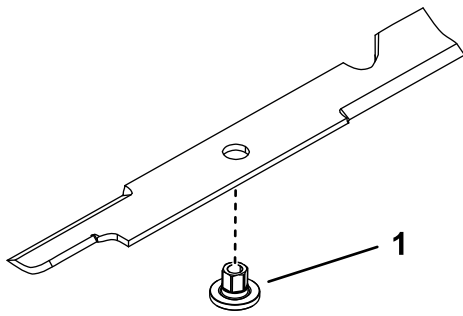

Figura 76
1. Instale el buje a través de la cuchilla con la brida del buje en el lado inferior (lado del césped) de la cuchilla (Figura 76).